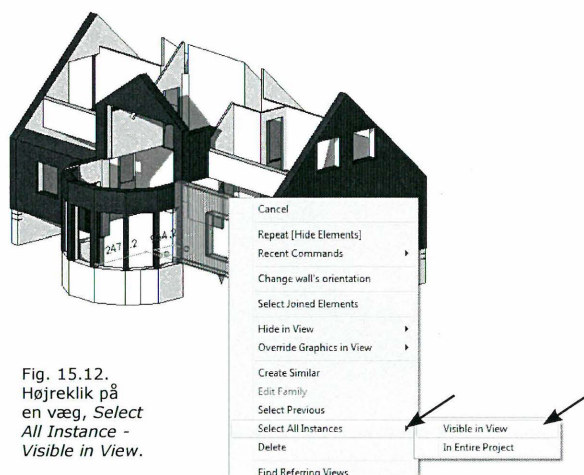

Fig. 15.12. Højreklik på en væg, *Select All Instance - Visible in View*.
Da alle vægge går under denne kategori, er alle vægge nu stadig synlige i *Viewet* (Fig. 15.12). Vi skal derfor skjule nogle elementer manuelt. Alle ydervægge går under en type, fundamenter under en anden og indervægge under en tredje. Så vi kan begynde med at markere en enkelt ydervæg.
- Højreklik på ydervæggen og vælg *Select All Instance - Visible in View* (Fig. 15.12).